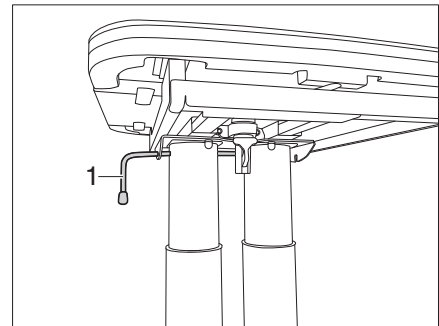

Bild 112 Tisch verriegeln
- Den Verriegelungshebel (Bild 112,1) nach rechts schwenken. Der Hubtisch ist verriegelt.
- Verriegelungshebel (Bild 112,1) lösen.
- Den Verriegelungshebel (Bild 112,1) nach links schwenken. Die Verriegelung ist offen.